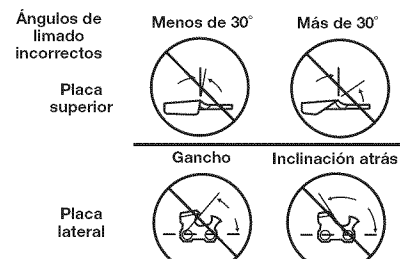

Fig. 45
- **INCORRECTO (MENOS DE 30°)** - Para rozadora (Fig. 45).
- **INCORRECTO (GANCHO)** - Esto da lugar a que la cadena se "agarre" y desgaste rápidamente, aumentando la posibilidad del contragolpe. El gancho se produce al usar una escofina de diámetro demasiado pequeño o sostener la escofina muy abajo (Fig. 45).